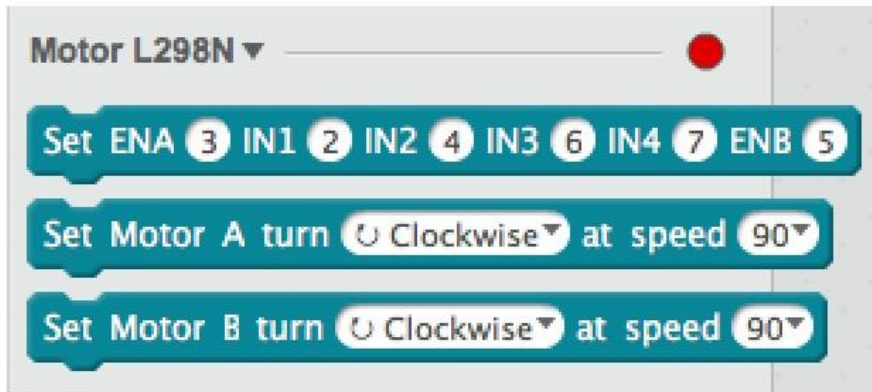

Figura 7: Sentencias mBlock para L298N. Fuente: Fernando de Sousa [24]
2. La segunda es utilizar una librería o una extensión para el controlador, ya que mBlock permite añadir múltiples extensiones y utilizar las funciones predefinidas en la misma. Hemos optado por utilizar una extensión *mBlock_motor_L298N*, desarrollada en este caso por Fernando de Sousa [24]. Esta librería nos permite controlar todos los parámetros del controlador con tres sencillas instrucciones, como podemos observar en la figura 7. La primera instrucción nos sirve para establecer los pines que queremos utilizar y las dos siguientes para establecer el sentido de giro y la velocidad de los motores.